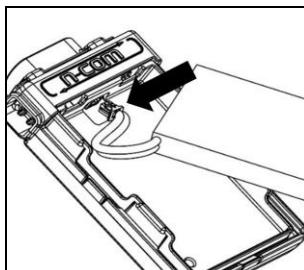

Fig. 2
- Forbind batteriets stikforbindelse til den pågældende modpart (Fig. 2), og sørg for at overholde den korrekte indføringsretning. Anvend om nødvendigt redskabet med fladt hoved (medfølgende) for at indføre batteriets stikforbindelse fuldstændigt i den pågældende modpart.